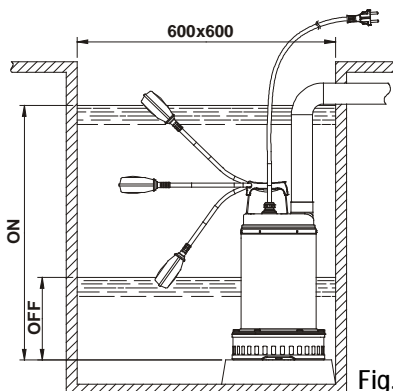

Fig.1
4.1 Nel caso in cui il fondo del pozzetto, dove la pompa dovrà funzionare, presentasse notevole sporcizia, è opportuno prevedere un supporto dove appoggiare la pompa al fine di evitare intasamenti (Fig.1)
2. Per la versione provvista di interruttore a galleggiante, accertarsi che quest'ultimo possa muoversi liberamente (vedi paragrafo REGOLAZIONE INTERRUOTORE A GALLEGGIANTE). Prevedere dei pozzetti di alloggiamento aventi dimensioni minime come indicato in Fig.1. Il pozzetto dovrà sempre essere dimensionato anche in relazione alla quantità d'acqua in arrivo ed alla portata della pompa in modo da non sottoporre il motore ad eccessivi avviamenti.